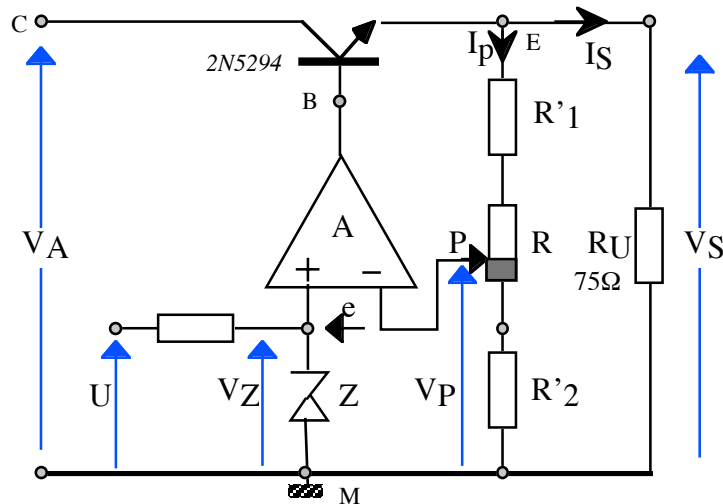

Figure 2
6. On veut maintenant faire varier la tension de sortie V_S de 10V à 25 V en remplaçant le pont R_1, R_2 par l'ensemble R'_1, R, R'_2 (figure 2) où R est un potentiomètre permettant de modifier le rapport $k = \frac{V_P}{V_S}$. En considérant que le pont doit toujours consommer un courant de 1mA lorsque $V_S = 15$ V, déterminer les valeurs pratiques des résistances : R'_1, R, R'_2 .